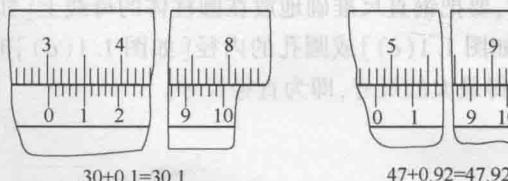

图 1.4 0.02 mm 游标卡尺的尺寸读法
- (1) 读整数，即读出游标零线左面尺身上的整毫米数；
- (2) 读小数，即读出游标与尺身对齐刻线处的小数毫米数；
- (3) 把两次读数加起来： $30+5\times0.02=30.1\text{mm}$ ，如图 1.4 所示。